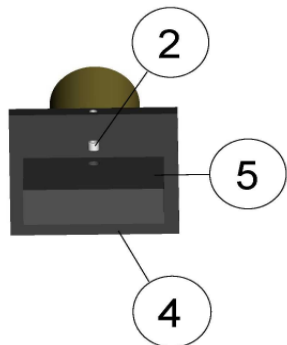

Fig.4
o) a questo punto inserire l'anello antifrizione (3) sull'asta del vitone (7) e posizionare la maniglia (1) cercando di allinearla alla bassetta (5) (v. Fig.4);
p) se ci sono problemi di allineamento è sufficiente allentare il grano (4) e ruotare leggermente la bassetta (5);